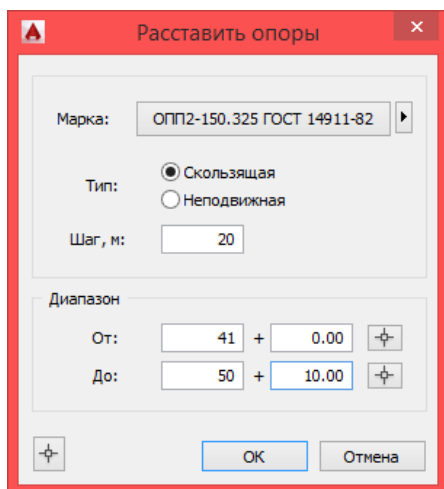

Рис. 72 Для расстановки опор по трассе нужно выбрать марку опоры, указать шаг и диапазон расстановки
2. В диалоговом окне *Расставить опоры* (см. рис. 72):